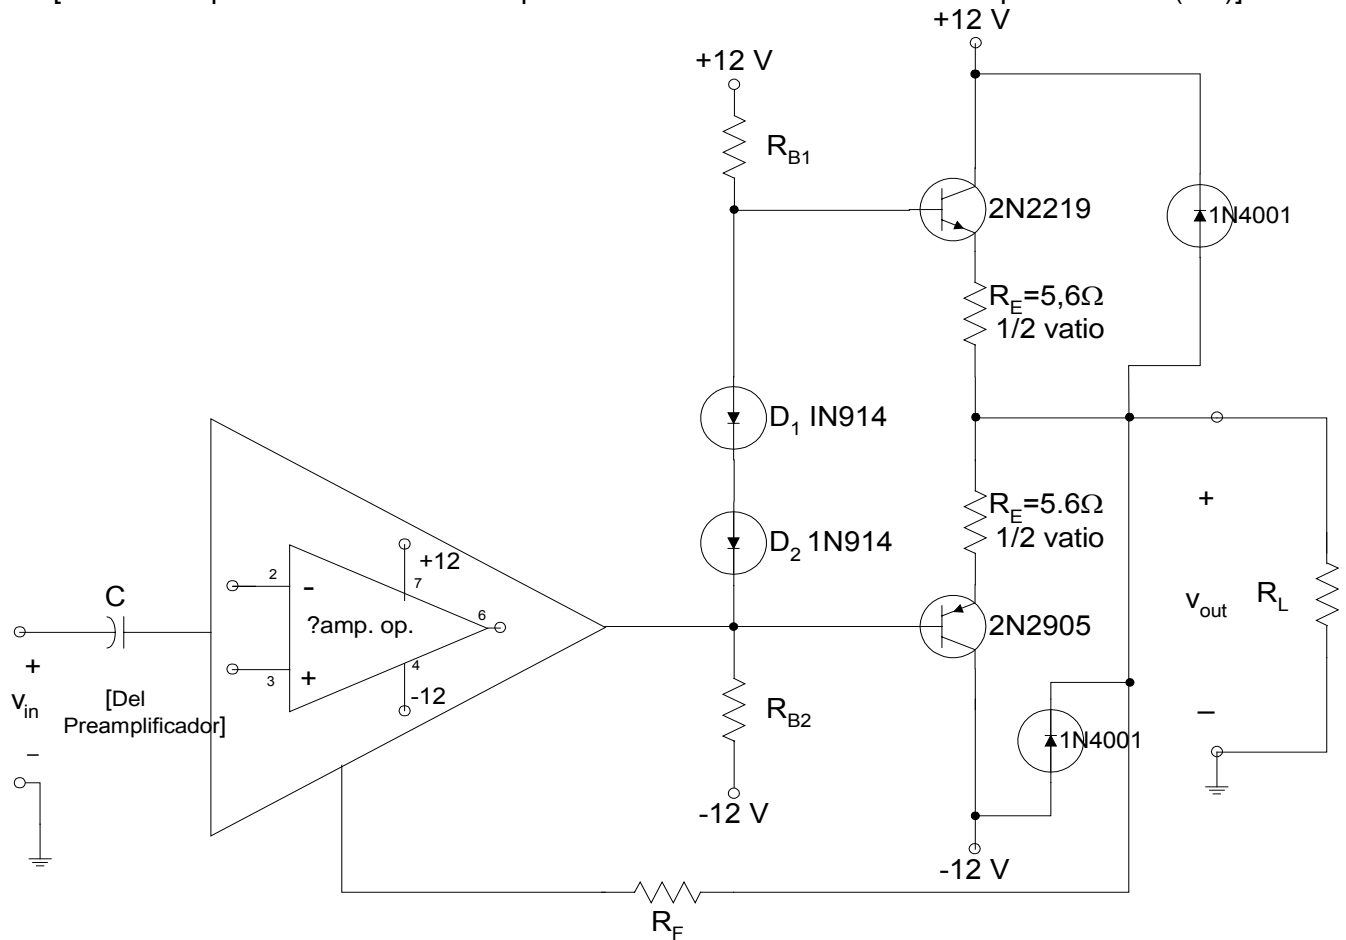

Figura 1. Circuito de amplificador para el experimento 1.
En este experimento, construirá un amplificador con acoplamiento DC y examinará su funcionamiento. En la Figura 1 se facilita el esquema. Se pretende que este amplificador tenga una ganancia de 26 dB con una distorsión menor que la del amplificador del experimento 5 de la práctica 4.
5. Conecte de nuevo el amplificador como se mostraba en la Figura 1. Observe la oscilación nítida máxima de tensión de salida pico-pico en la carga de  $100\ \Omega$  a 1000 Hz. A continuación, conecte la salida del amplificador operacional a la unión entre los diodos  $D_1$  y  $D_2$  en lugar de conectarla a la base del transistor PNP. ¿Qué diferencia produce este cambio en la oscilación de tensión de salida? ¿Por qué?